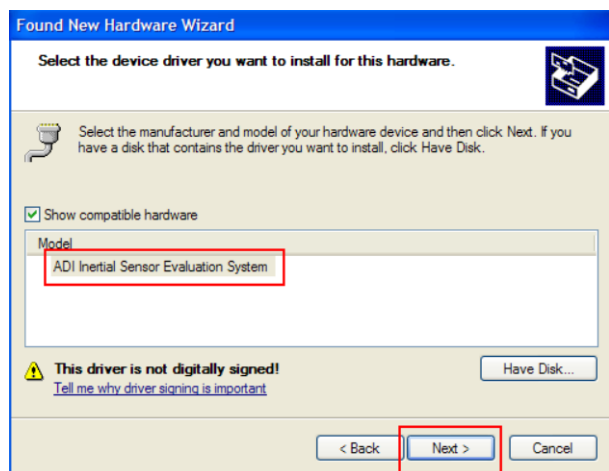

図 4.ADI 慣性センサー評価システム・ドライバの選択
4. Model リストから **ADI Inertial Sensor Evaluation System** を選択し、最後に **Next** をクリックします (図 4 参照)。